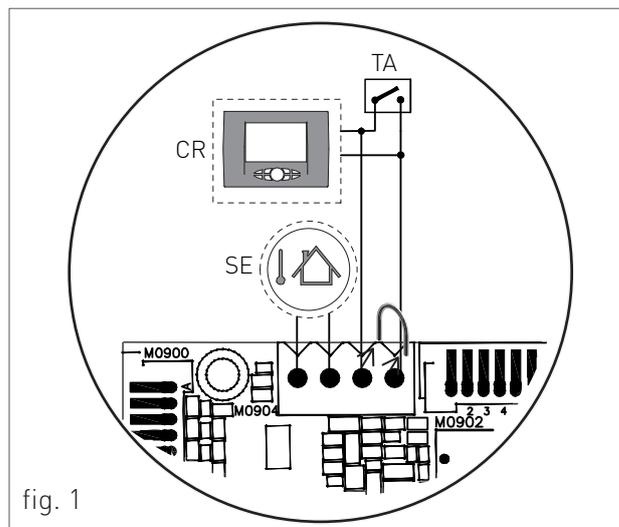

fig. 1
- Per la Sonda di temperatura esterna collegare i due conduttori non polarizzati sui contatti della morsetteria M0904 (vedi 'SE' fig.1).
- Per il Termostato ambiente o Controllo Remoto rimuovere prima il ponte sui contatti della morsetteria M0904 e successivamente collegare i due conduttori non polarizzati del Termostato ambiente o Controllo Remoto (vedi 'TA' o 'CR' fig. 1).